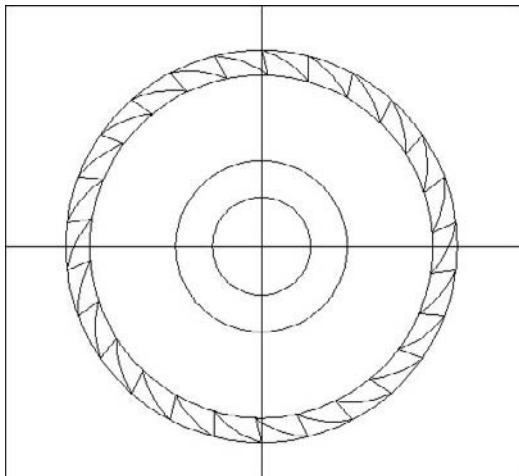

Fig.5.22
- 8 A l'aide de la commande **Réseau** (Array), effectuer 26 copies de l'arc CD (fig.5.22).